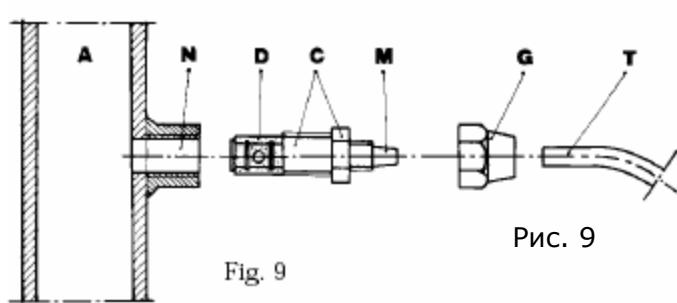

Рис. 9
ж - Виберіть найбільш підходяще місце для врізки в систему і встановіть в ньому сталевий коннектор із зовнішнім різьбленнем 3/8 ". Даний коннектор не входить в комплект поставки насоса. Вкрутіть в цей коннектор інжектор, як показано на рис. 9. Потім підключіть шланг скидання до інжектору і закрутіть гайку G. У даній ситуації інжектор також виконує функцію безповоротного клапана.
3.1. Схема встановлення інжектора Рис.9
- N – Конектор 3/8" (H)